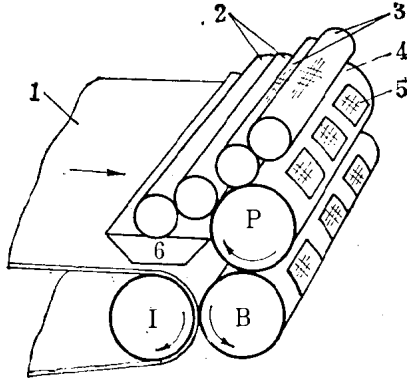

图1-3 平版印刷原理示意图
(2) 平版印刷机：平版印刷机使用的版材其图文部分和空白部分几乎在同一平面上，如石版、平凹版、多层金属版以及预涂感光版等。凡使用这类版材的印刷机均可称为平版印刷机，其印刷原理如图1-3所示。